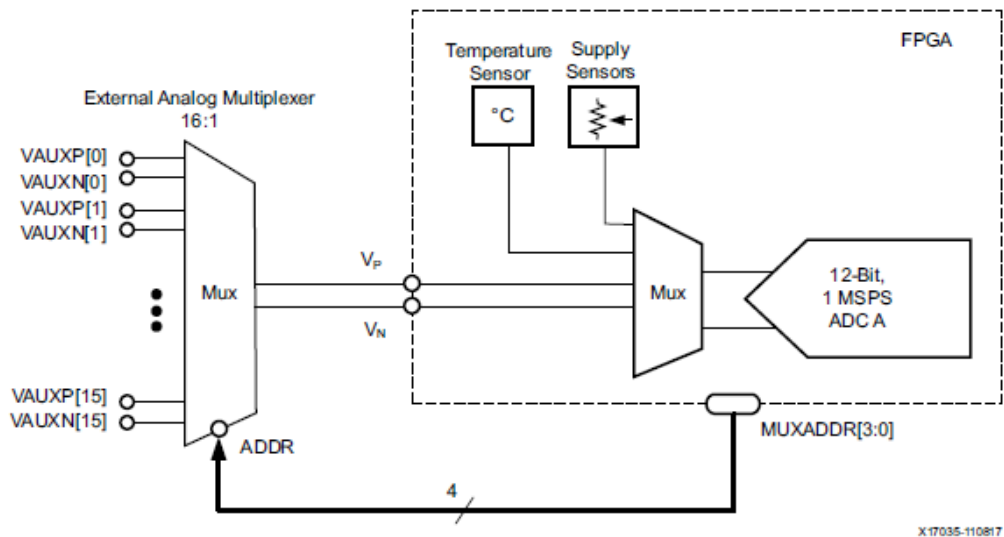

Figura 40: Modo multiplexador externo
- **Modo multiplexador externo:** este modo se utiliza para en lugar de consumir las 32 E / S requeridas para implementar los 16 canales de entrada analógicos auxiliares, utilizando el multiplexor interno, tan solo consumiremos las E / S del canal dedicado VP / VN. Para seleccionar que canal auxiliar se debe convertir en cada caso, se debe colocar en la salida de la FPGA llamada MUXADDR [3:0] el canal o los canales auxiliares que se deben muestrear (Figura 40)